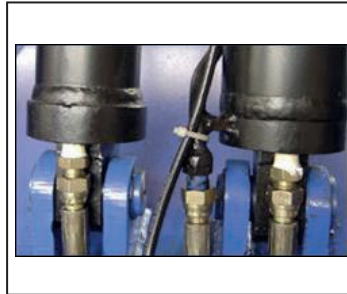

Figure 9
- Le fond de chaque cylindre d'huile contient une vanne anti-choc et une vanne de verrouillage (option). Si le tuyau d'huile éclate pendant qu'il y a de la pression hydraulique, ces vannes entrent en action pour limiter la vitesse de descente (figure 9).